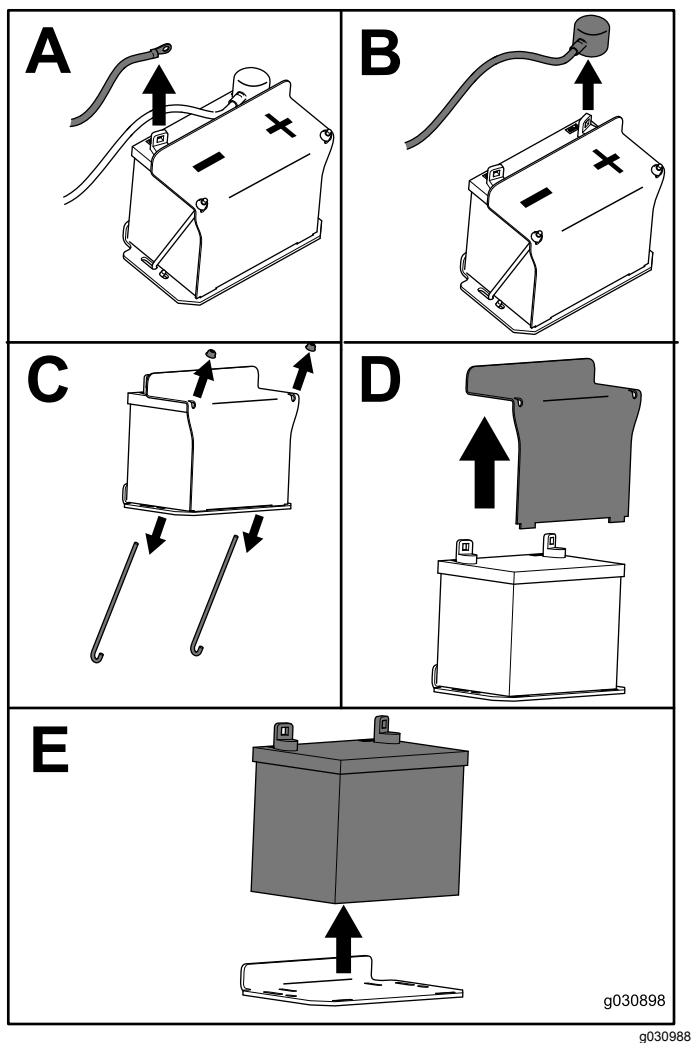

Figure 49
3. Retirez la batterie, comme montré à la Figure 49.